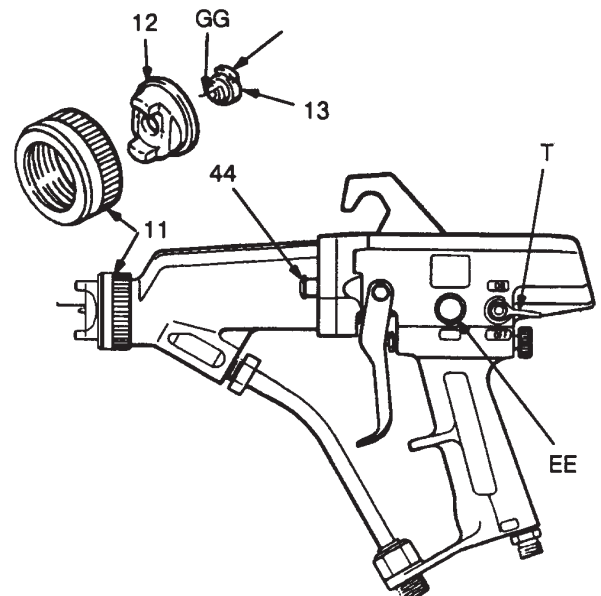

Fig. 5
1. Poner la válvula ES ON-OFF en la posición OFF. Ver Fig. 5 para la localización de la palanca de la válvula.
Durante la pulverización, los indicadores luminosos del indicador ES (44) se encienden indicando la carga electrostática. Ver Fig. 5.
2. Colocar la boquilla de pulverización (13) en el casquillo de aire (12), alineando el resalte de la boquilla con la ranura del casquillo de aire. Tener cuidado de no dañar el cable del electrodo (G). Ver Fig. 5.
3. Colocar el conjunto de casquillo de aire en la pistola. Enroscar la tuerca de retención (11) **con firmeza** sobre la pistola para evitar los escapes entre el alojamiento del asiento de bola y la boquilla.
4. Cerciorarse de que el botón de ajuste del abanico (EE) esté cerrado (girado completamente en sentido antihorario).
6. Primero, efectuar todos los controles indicados en la sección **Lista de verificación de funcionamiento**, en la página 8 del presente manual. A continuación, poner la palanca de la válvula ES ON-OFF (T) en la posición ON. Ver Fig. 5.